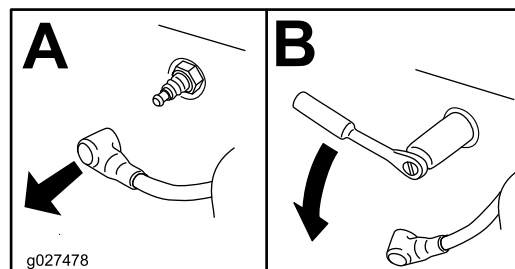

Рисунок 48
4. Снимите свечу зажигания (Рисунок 48).